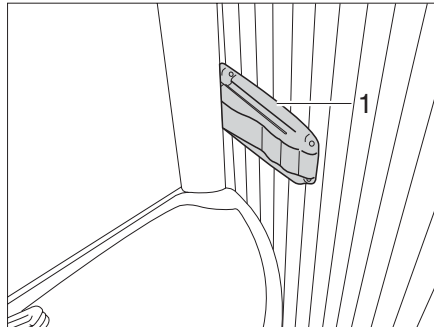

Fig. 293 Toilettes Vario, blocage de la paroi de douche
- Appuyer sur le dispositif de blocage (Fig. 293,1) situé à la droite du rebord du lavabo et tirer légèrement le lavabo. Le lavabo se déplace avec la paroi arrière vers l'avant.